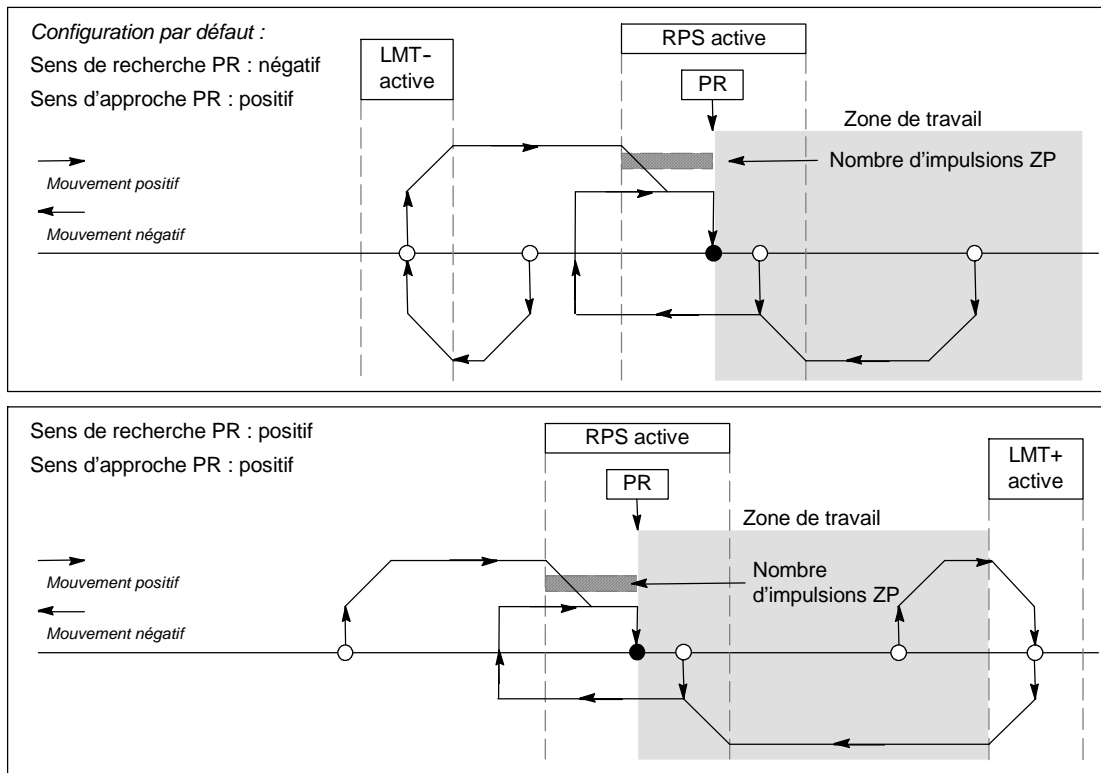

Figure 9-24 Recherche du point de référence, mode 4
- ❑ La figure 9-24 montre deux des options du mode de recherche 4 du point de référence. Ce mode localise le point de référence à un nombre indiqué d'impulsions zéro (ZP) dans la zone active de l'entrée RPS.